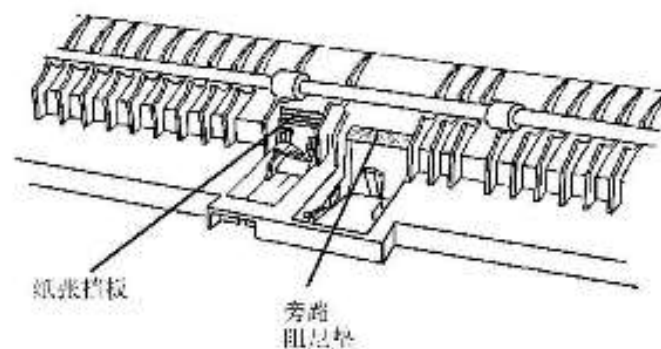

图4 定位纸张挡板
1. 定位纸张挡板和旁路阻尼垫(如步骤2所示)以免C3卡纸(图4)。